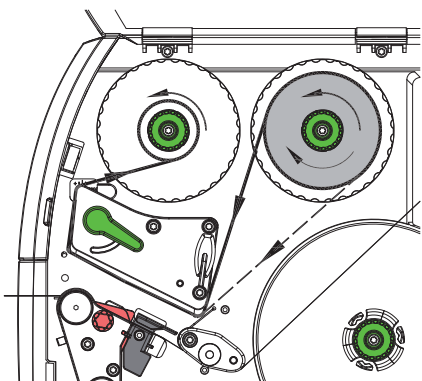

Рис. 18 Ход трансферной ленты
2. Поверните рычаг (6) против часовой стрелки, чтобы приподнять печатающую головку.
3. Закрепите трансферную ленту (1) на размотчике (2), чтобы покрытие ленты при размотке смотрело вниз.
4. Расположите рулон (1) на размотчике таким образом, чтобы оба его конца находились в одинаковых точках шкалы.
5. Удерживая рулон с трансферной лентой (1), поверните вращающуюся ручку намотчика (3) против часовой стрелки до полной фиксации рулона.
6. Установите подходящий сердечник трансферной ленты (4) на намотчике (5) и закрепите аналогичным образом.
7. Проведите трансферную ленту через печатный узел, как показано на Рис. 18.
8. Закрепите начало трансферной ленты с помощью клейкой ленты на сердечнике (4). При этом намотчик трансферной ленты должен вращаться против часовой стрелки.
9. Поверните намотчик трансферной ленты (5) против часовой стрелки, чтобы выровнять ход ленты.
10. Поверните рычаг (6) по часовой стрелке, чтобы зафиксировать печатающую головку.